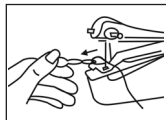

Figura 12
- 4 ] Tire del enhebrador desde el extremo del hilo hacia el agujero de la aguja, de atrás hacia adelante. *(Vea la Figura 12)* Retire el enhebrador.